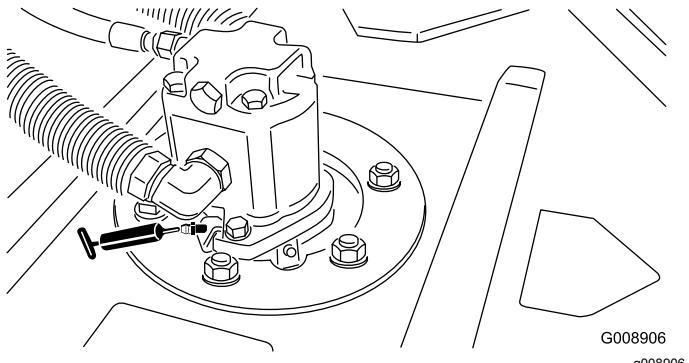

図 51
- カッティングユニットのスピンドルシャフトのベアリング各カッティングユニットに2ヶ所 図 51